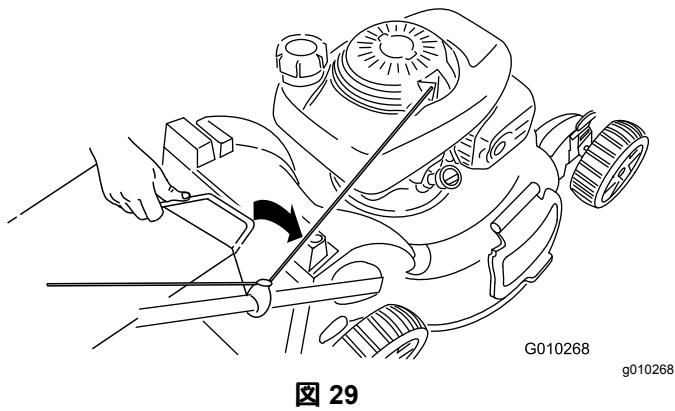

図 29
3. 機体上部の溝に集草バッグのハンドルを入れる **図 29**。